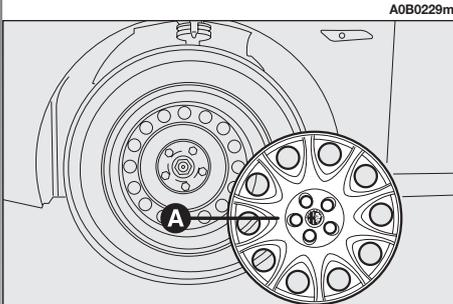

Abb. 3
- Die Radkappe (**A**, **Abb. 3**) entfernen (nur für Versionen mit Stahlfelgen).